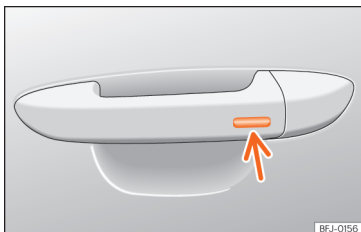

Fig. 94 Manipulo da porta: superfície sensora.
- Mantenha um dedo durante alguns segundos sobre a superfície sensora de bloqueio » » » Fig. 94 (seta) do manipulador da porta para fechar o teto. Se deixar de tocar na superfície sensora, interrompe a função de fecho.